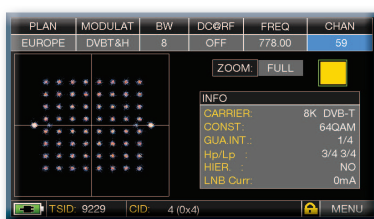

Fig. 4:
N.B.* exemple pour un signal de 8k avec une largeur de bande de 8 MHz et 1/8 d'intervalle de garde. Ces données apparaissent sur les mesureurs ROVER à droite de la constellation, voir fig 4.